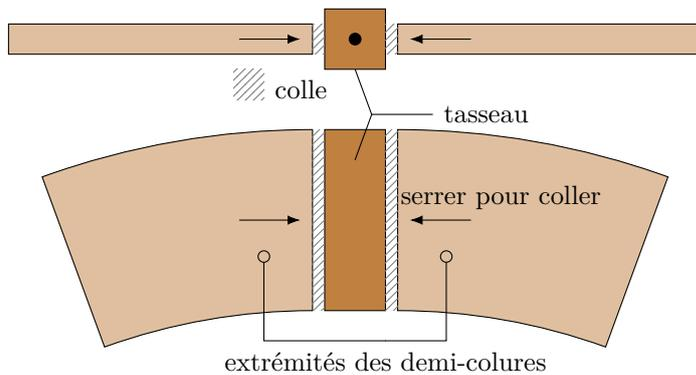

FIG. 6 – Placement d'un colure et d'un tasseau (vue de dessus et vue de face). La colle est facultative.
Étape 5. Procéder au collage des colures sur les tasseaux (voir FIG. 6).